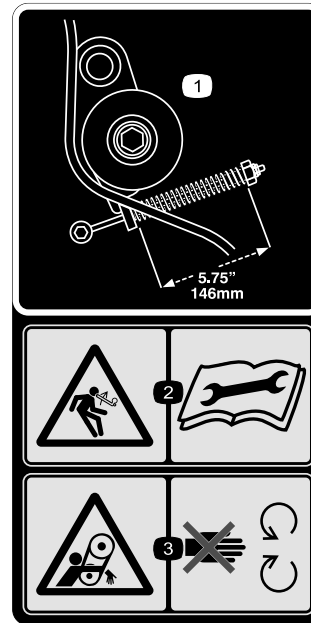

图33
1. 通过将怠轮弹簧压缩到 146mm 的长度来检查皮带张紧力是否适当请参阅图33。